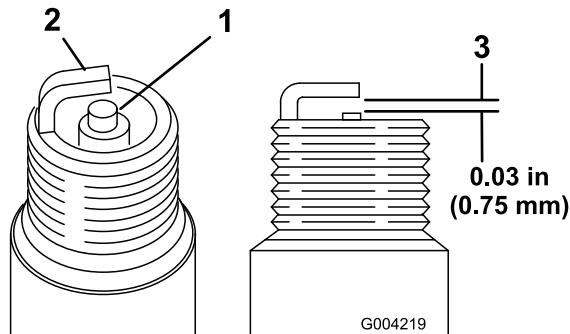

Figura 36
1. Controllate la parte centrale di entrambe le candele (Figura 36). Se l'isolatore è di color marrone chiaro o grigio, il motore funziona correttamente. Una patina nera sull'isolatore significa in genere che il filtro dell'aria è sporco.
2. Controllate la distanza tra gli elettrodi centrale e laterale (Figura 36).
3. Piegate l'elettrodo laterale (Figura 36) se la distanza non è corretta.